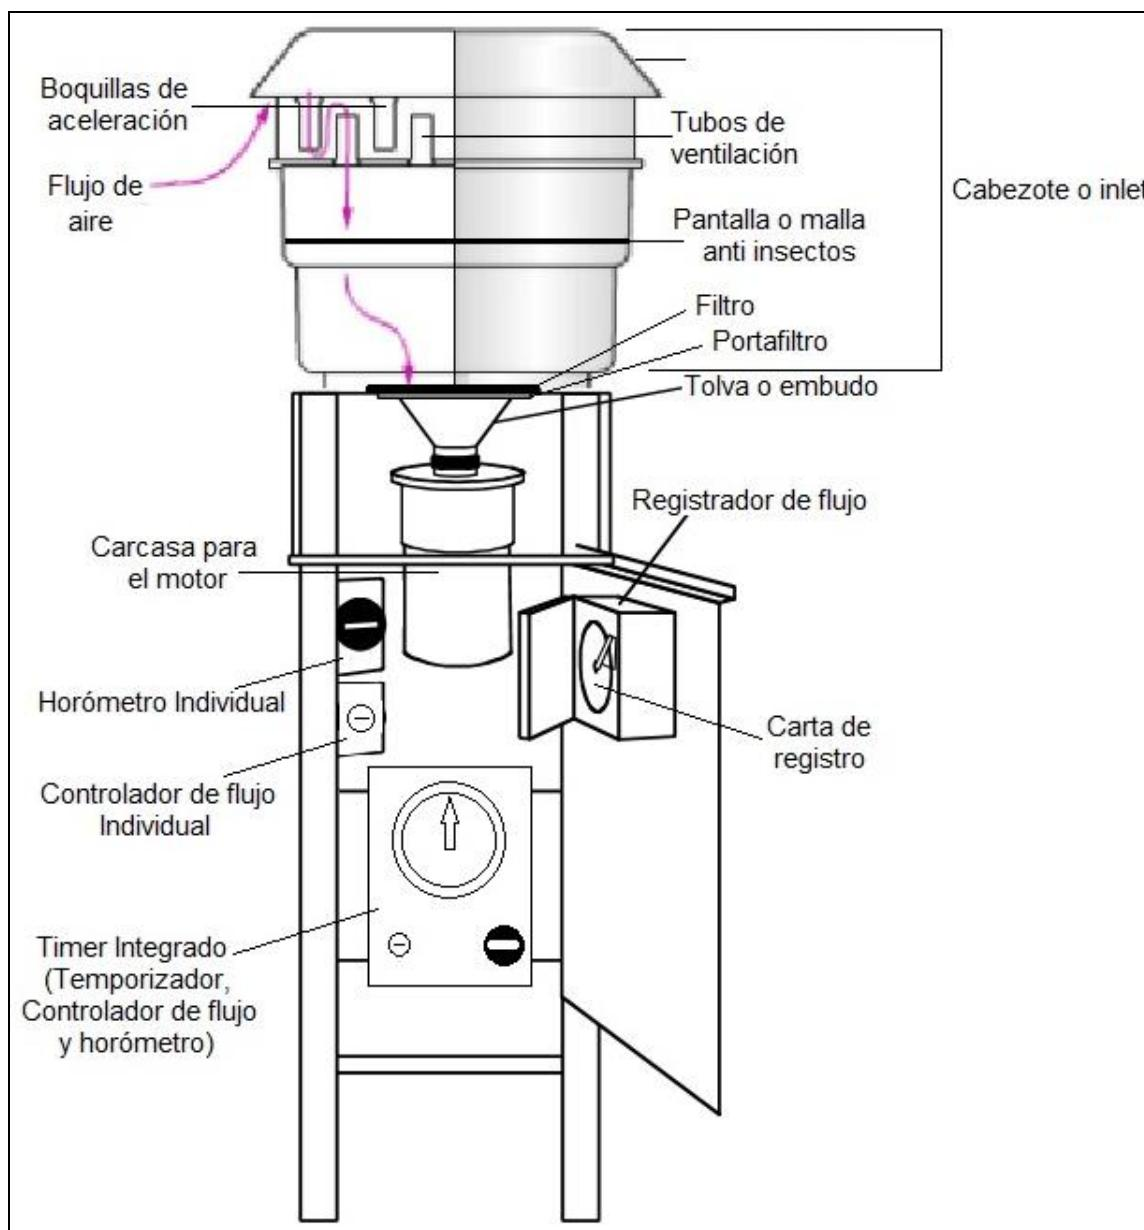
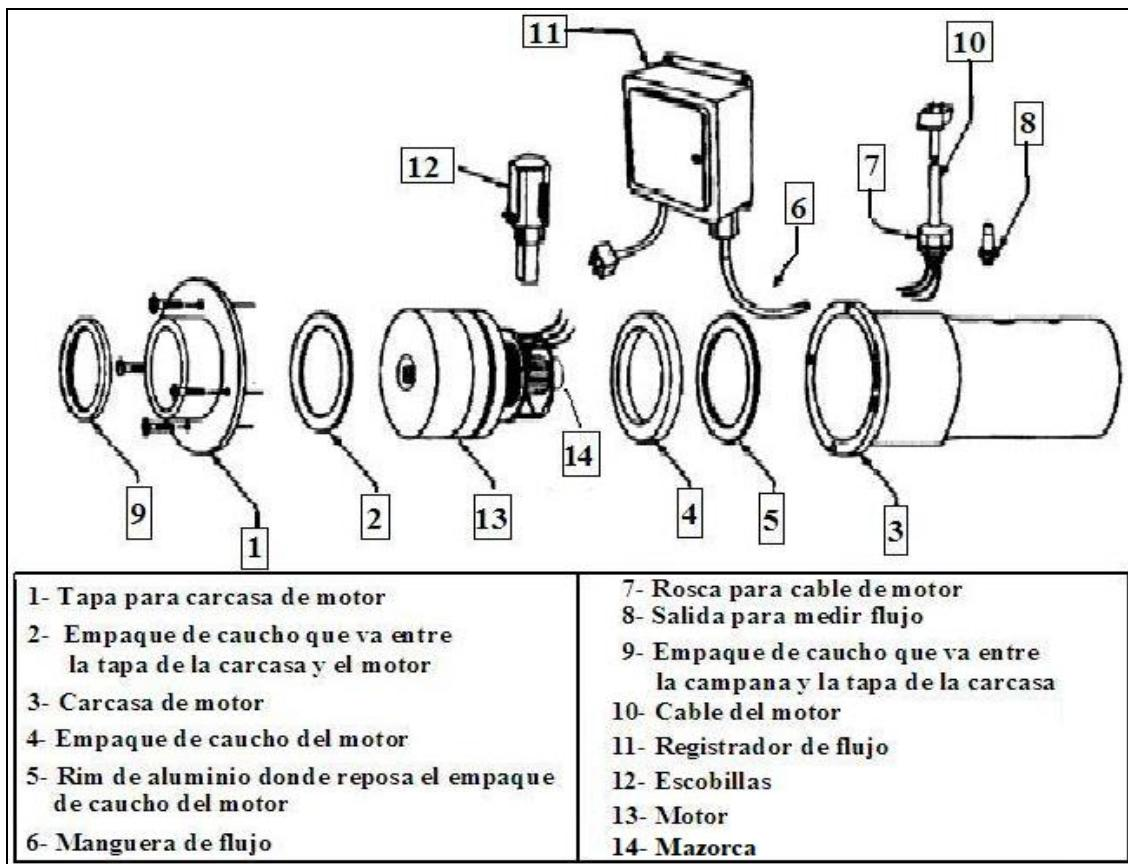
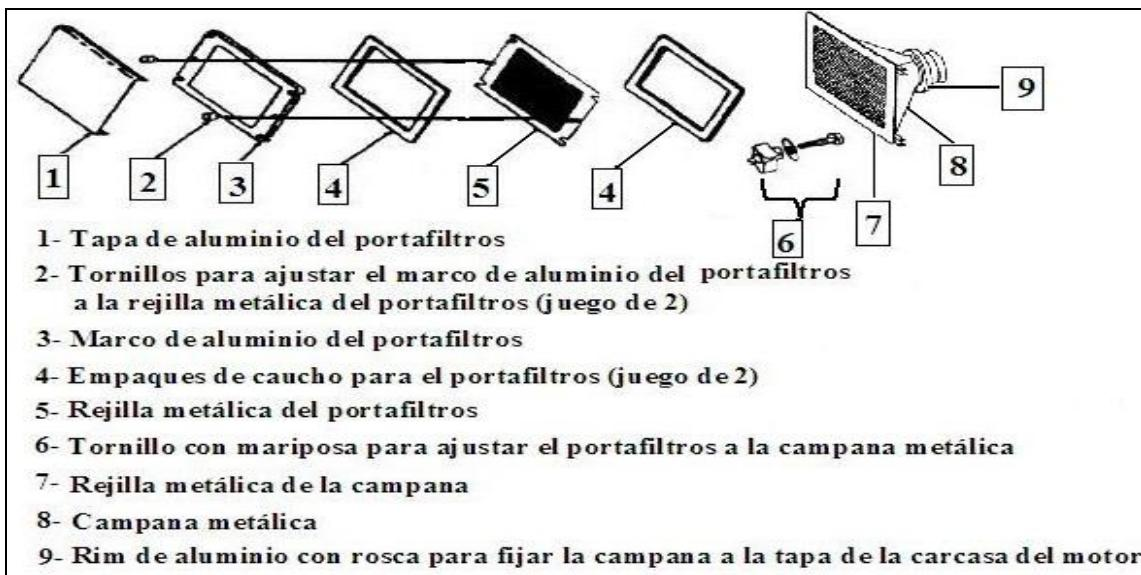

Figura 2. Esquema general de un muestreador Hi Vol PM10. Fuente: Adaptado del Manual de Operaciones (Tisch).
Figura 3. Partes de un motor para muestreador Hi Vol PM10. Fuente: Adaptado del Manual de Operaciones (Tisch).
Figura 4. Partes de un portafiltros para equipo Hi Vol PM10. Fuente: Adaptado del Manual de Operaciones (Tisch).
6.2.Identificación de las partes del equipo: En la Figura 2 se observa un esquema general de un muestreador Hi Vol PM10 en el cual se debe tener en cuenta que hay algunos Timer que son integrados (poseen temporizador, controlador de flujo y horómetro en una sola parte), pero también se pueden encontrar estos componentes de manera individual. Así mismo, en la Figura 3 se observan las partes internas de un motor (que están contenidas en la carcasa) y en la Figura 4 se muestran las partes del portafiltros.